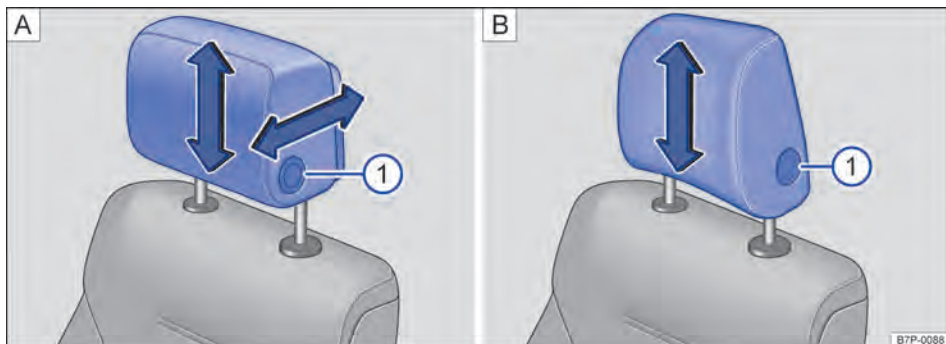

Fig. 67 Ajustar o apoio para cabeça dianteiro: **A** apoio para cabeça com regulagem longitudinal e **B** apoio para cabeça sem regulagem longitudinal.
- Empurrar o apoio para cabeça para cima no sentido da seta ou, com o botão  ⇒ **Fig. 67**  pressionado, empurrar para baixo ou ⇒ .
- Empurrar o apoio para cabeça para frente na direção da seta ou para trás com o botão ⇒ **Fig. 67** **A**  pressionado.